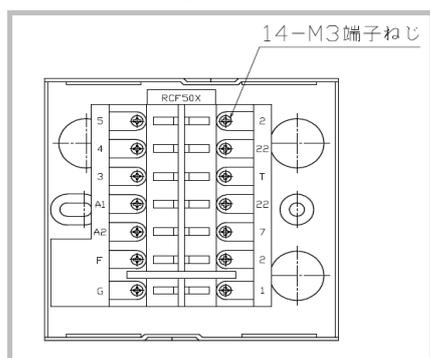
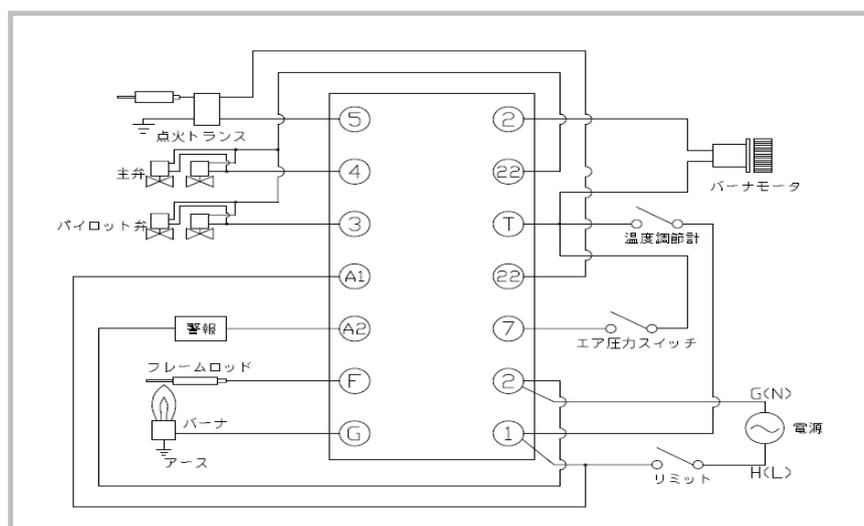

図 4
図 6
- (1) 図4にサブベースの端子配列を、図6に外部機器との結線例を示します。